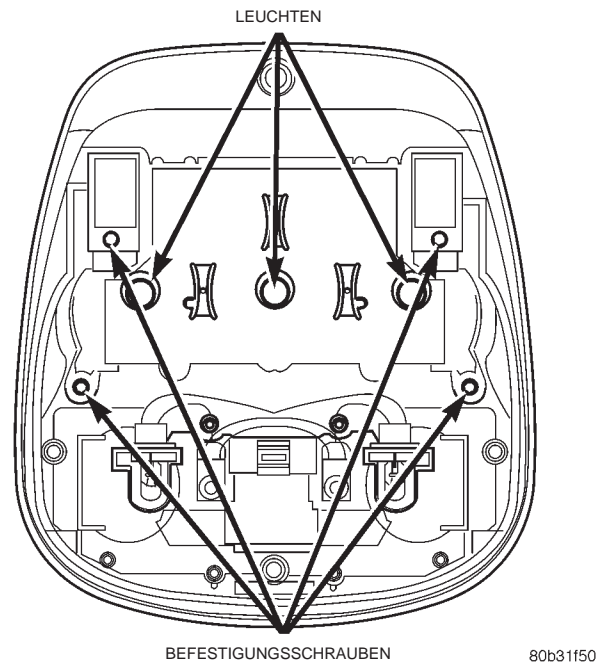

Abb. 7 Fahrtrechner ausbauen
- (1) Deckenkonsolle wie in diesem Kapitel beschrieben abbauen.
- (2) Befestigungsschrauben lösen und Steckverbinder der Leseleuchte vom Fahrtrechner abziehen (Abb. 7).